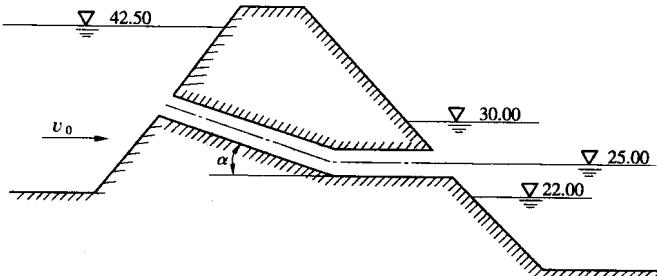

图 1.2.7
**【例 1.2.11】** 图 1.2.7 所示某水库的泄洪隧洞, 已知洞长  $l=300 \text{ m}$ , 洞径  $d=2 \text{ m}$ , 隧洞的沿程阻力系数  $\lambda=0.03$ , 进口与弯折处局部水头损失  $\zeta$  分别为 0.5 与 0.2, 库水位为 42.50 m, 隧洞出口底部高程为 24.00 m。试确定下游水位分别为 22.00 m 和 30.00 m 时隧洞的泄洪流量。